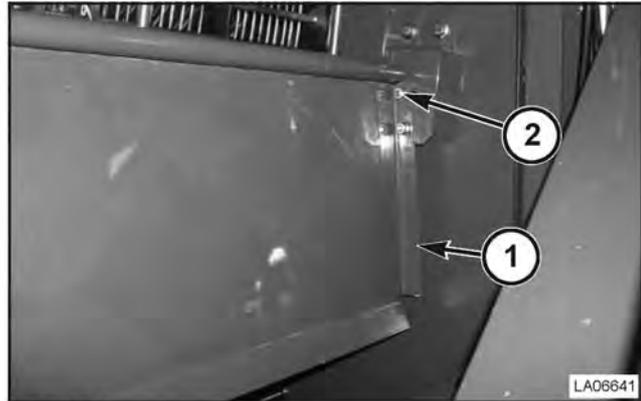

FIG. 184
FIG. 184: los paneles deflectores (1) están ubicados a ambos lados de las grillas de separación, entre los lados y las grillas de la cosechadora. Los deflectores están ajustados por pernos (2) (en cada extremo del panel deflector) y moviendo el panel hacia adentro o hacia fuera se puede alcanzar la posición deseada. Una correcta posición de los paneles deflectores brindará una distribución más pareja de la granza y el grano en la zaranda de limpieza.